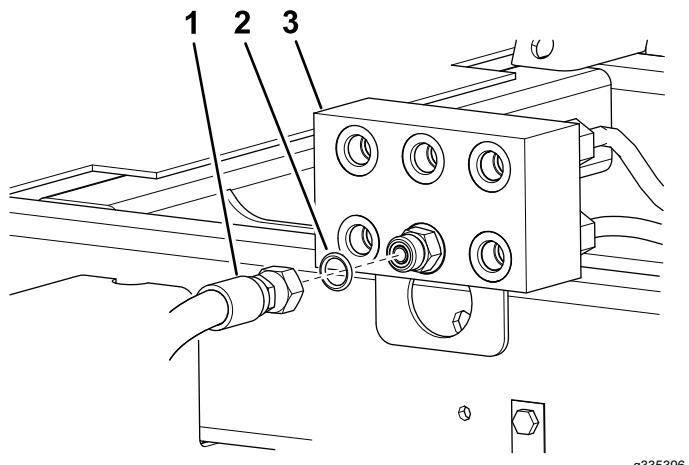

図 3
6. ジャンクションマニホールドの下にオイルを受ける容器をおく図 3。
7. ジャンクションマニホールドの下中央にあるフィッティングの油圧ホース接続を外す図 3。